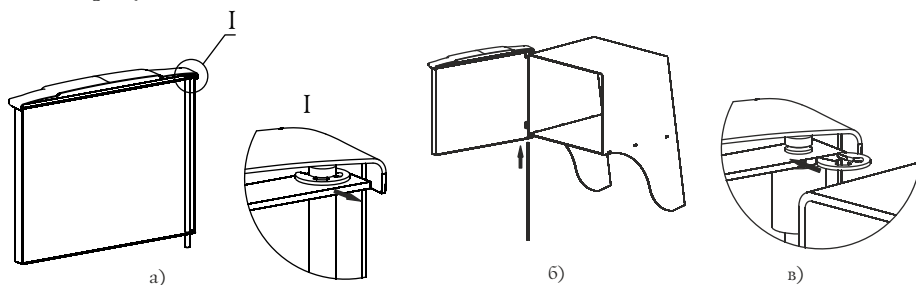

Рисунок 7. Установка двери при монтаже печи.
Установка двери на печи модели «Баррель» и производится следующим образом (рисунок 7):
1. Извлеките ось из двери, предварительно сняв упорную быстросъемную шайбу, рисунок 7.а;
3. Вставьте ось через отверстия снизу вверх, с расположением канавки под шайбу в верхней части оси, рисунок 7.б;
4. Установите упорную быстросъемную шайбу в канавку на оси, рисунок 7.в